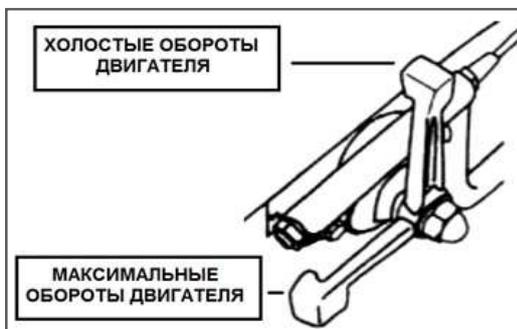

Рис.11 - Рычаг газа
4. Переведите рычаг газа на 1/3 хода в сторону положения максимальных оборотов двигателя (Рис. 11).
1. Переведите двигатель в режим холостого хода, для этого переведите рычаг газа в положение холостых оборотов двигателя (Рис. 11).